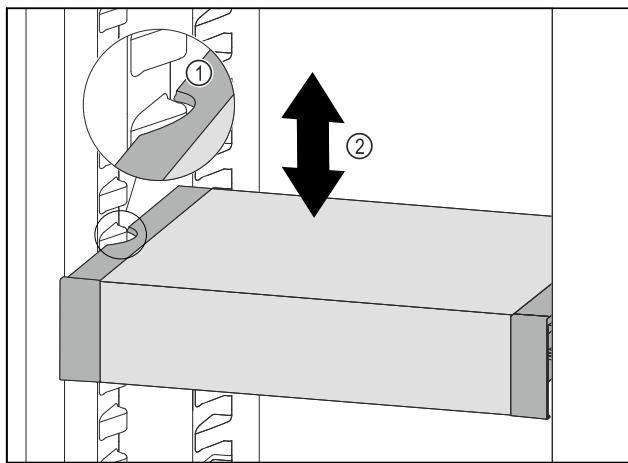

Fig. 96
- VarioSafe tiahajte dopredu, dokým sa bočné vybrania VarioSafe nebudú nachádzať vo výške rebra nádoby v chladničke. Fig. 96 (1)
- VarioSafe v chladničke presúvajte nahor alebo nadol, dokým sa dosiahne požadovaná výška. Fig. 96 (2)